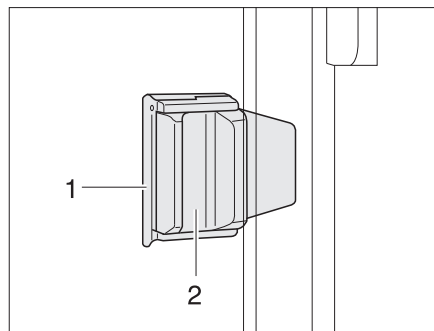

Fig. 59 Finestra scorrevole con bloccaggio scorrevole
- Estrarre il bloccaggio (Fig. 59,1).
- Premere la maniglia (Fig. 59,2) e spingerla contemporaneamente in avanti o indietro.